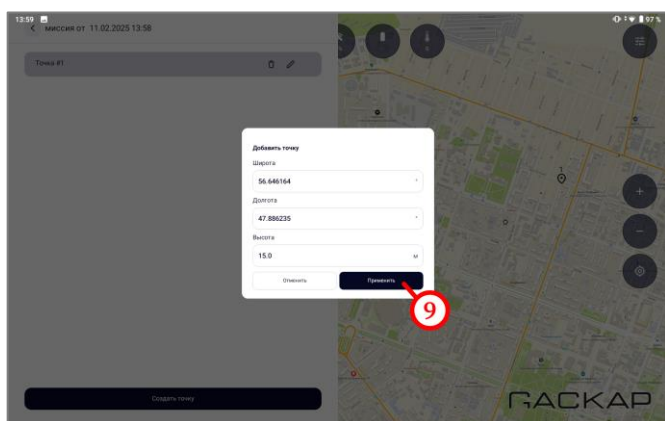

Рисунок 48
- на форме добавления точки миссии нажать на кнопку «Применить» (рисунок 48, шаг 9). Проконтролировать добавление второй точки на форме состава миссии;